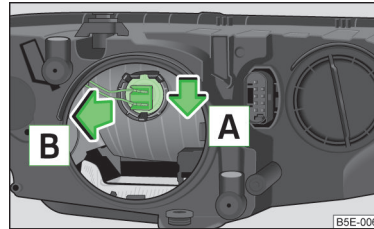

Fig. 213
- Retirez la prise avec l'ampoule en les poussant vers le bas dans le sens de la flèche **A** » fig. 213 et dans le sens de la flèche **B**.